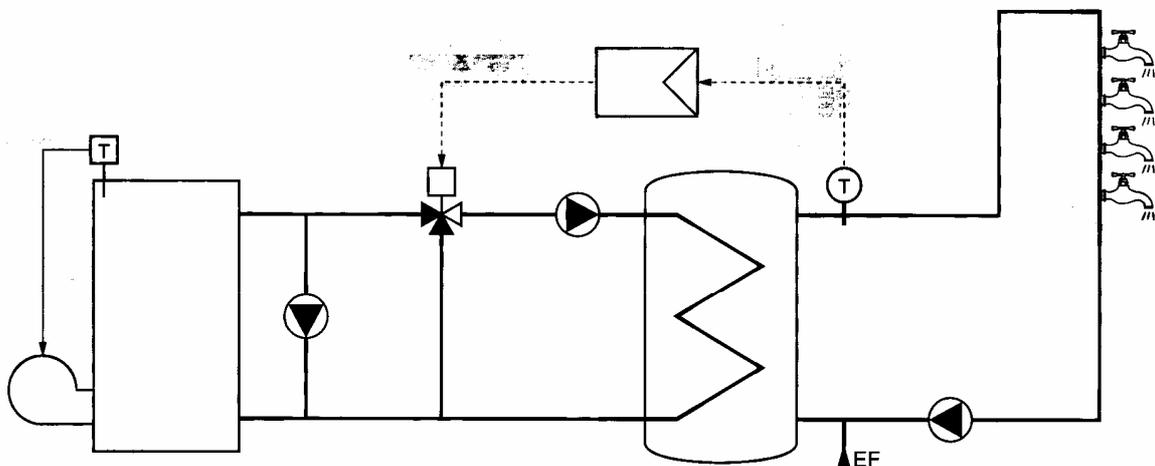

Figure 3.18
Une installation de production d'ECS instantanée à combustible comprend un échangeur pour la production d'ECS qui assure le chauffage de l'eau chaude simultanément au soutirage (figure 3.18).
- Température élevée au niveau des surfaces d'échange, conduisant à la création rapide de tartre (inconvenient limité par l'action de la vanne trois voies – voir figure 3.18- qui évite que la température au primaire de l'échangeur soit en permanence à la valeur maximale),